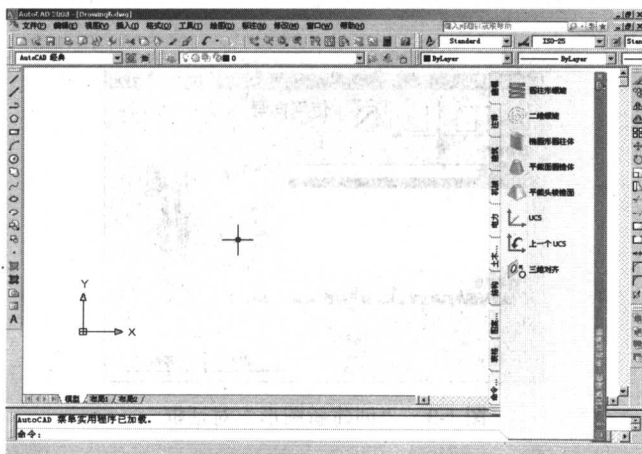

图 1-6 设置工作空间
⑥ 在 AutoCAD 2008 中，有 3 种不同的工作空间，由于本实例为二维图纸绘制，所以需要选择适合二维绘图的工作空间。在“工作空间”工具栏中的“工作空间设置”下拉列表框内选择“AutoCAD 经典”选项，设置工作空间为如图 1-6 所示的形态。